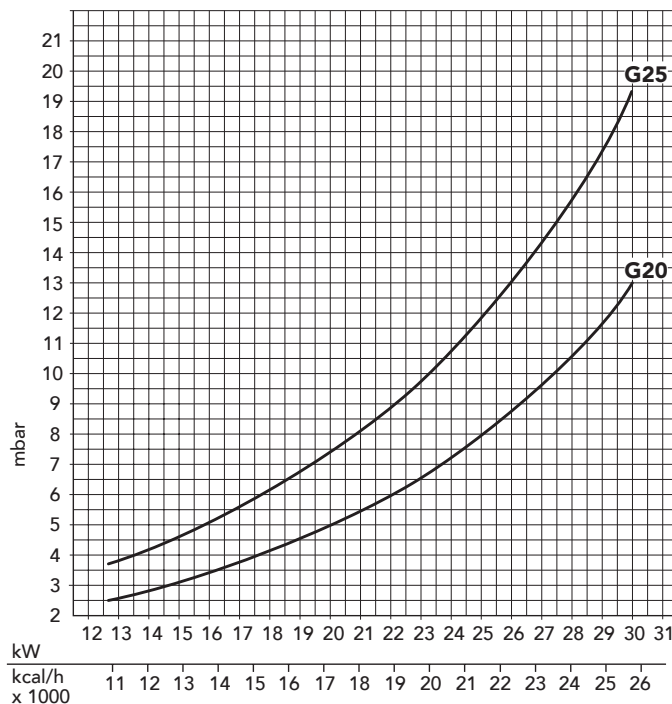

Fig. 3
N.B. - Les pressions gaz au brûleur et les débits de gaz au cours de la **phase de chauffage installation** indiqués dans le tableau se réfèrent à la **puissance nominale de la chaudière**: si on veut réduire cette puissance (lorsque cela est possible), il faut diminuer la pression du gaz jusqu'à la puissance minimum (cf. diagrammes des Fig. 3 et 4).